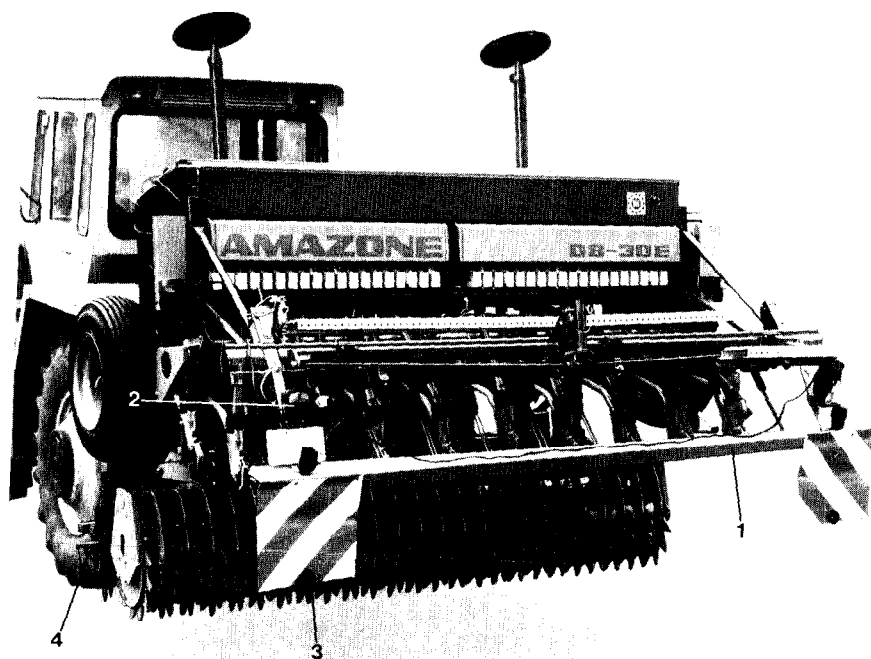

Fig.40
- De bagud-vendende tænder på exactdækstriglen skal afdækkes med trafiksikringslisten (Fig. 40/1) (ekstraudstyr-Bestill.-nr. 32930). På denne trafiksikringsliste findes der ligeledes lygteholdere til påsætning af belysningen (Fig. 40/2) og lavtsiddende bagrefleksglas (Fig. 40/3), som ikke må have en afstand til jordoverfladen på mere end 900 mm.
- Afstanden fra baglygtens overkant (Fig. 40/2) til kørebanen må så ikke overstige 1550 mm. Afstanden skal også overholdes, når såmaskinen anvendes i kombination med AMAZONE-Systemet "Huckepack" (Fig. 40).
Glem ikke at kontrollere om belysningen fungerer! Hvis såmaskinen anvendes i kombination med en pendulharve, så skal grænsestriglen (Fig. 40/4) henholdsvis grænseskæret på pendulharven være bragt i Transportstilling (Se brugsanvisningen til RE).